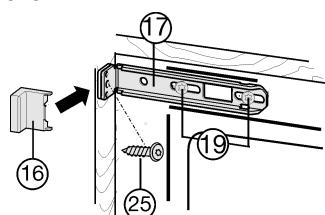

Fig. 17
- ▶ Schroeven Fig. 17 (19) iets losdraaien.
- ▶ Bovenste bevestigingshoek Fig. 17 (17) met spaanderplaatschroef Fig. 17 (25) Ø4x19 aan de meubelwand vastdraaien.
- ▶ Het uitstekende uiteinde van de afdekking Fig. 17 (16) afbreken.
- ▶ Schroeven Fig. 17 (19) aandraaien.
- ▶ Afdekking Fig. 17 (16) plaatsen.